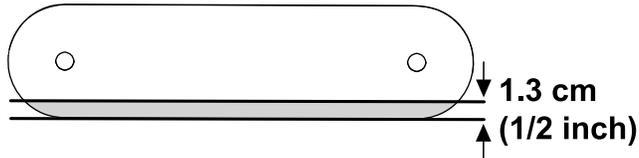

Figura 19
1. Con la placa de apoyo retirada, recorte 1,3 cm en la parte posterior hacia la cara delantera y retire el área en sombra, tal y como se muestra en la Figura 19.